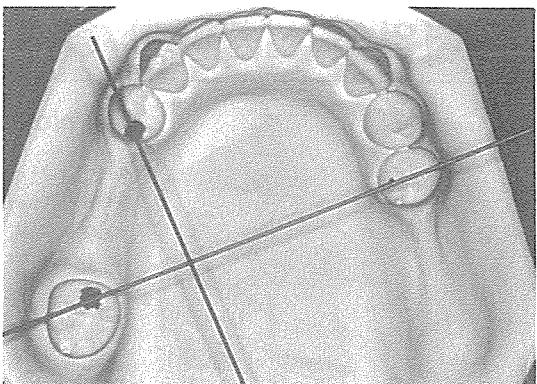

Fig. 8. 측측 제1소구치의 rest가 indirect retainer로 가능함
4. Rest at Modification area(Fig. 8)